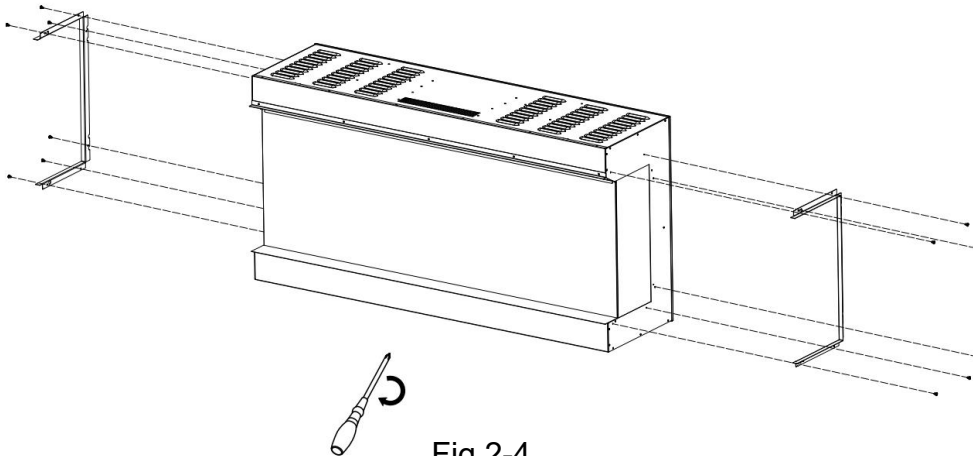

Fig.2-4
3. Bevestig de steunbalken terug nadat de panelen zijn verwijderd. Fig.2-4